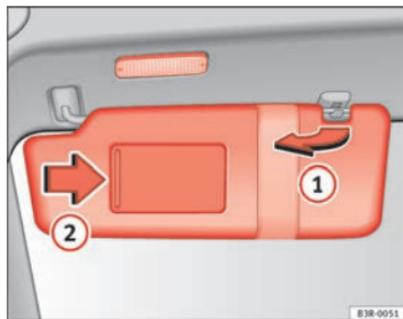

Fig. 98 Protecção solar
As palas de sol ① para o condutor e o passageiro podem retirar-se das suas fixações centrais para as rodar em direcção às portas ⇒ fig. 98.